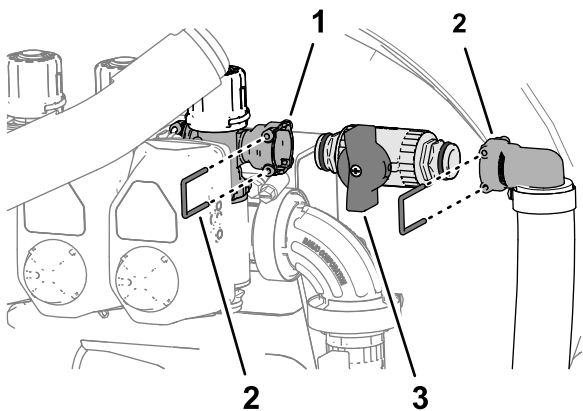

Figura 62
- A. Rimuovete il fermo che fissa il raccordo ad attacco rapido della valvola di intercettazione alla presa a disinnesto rapido della valvola di bypass di sezione di destra e separate la valvola dalla presa (Figura 62).
- B. Rimuovete il fermo che fissa il raccordo ad attacco rapido della valvola di intercettazione alla presa a disinnesto rapido del raccordo dentellato a 90° e separate la valvola dalla presa (Figura 62).